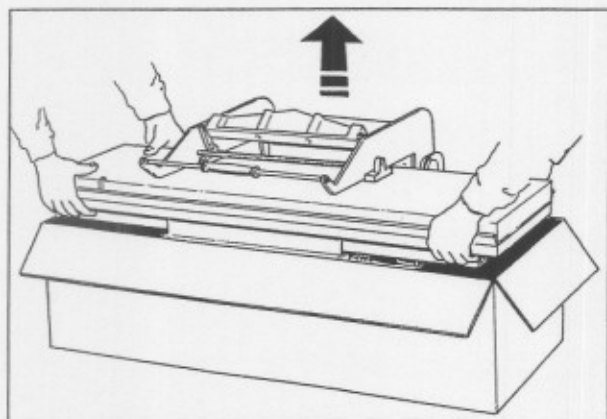

Fig. 1
- Aprire l'imballo dal lato superiore, sollevare lentamente la pressa (Fig. 1).
- Open the pack on the upper side and lift slowly (Bild. 1).
- Ouvrez l'emballage par le haut et soulevez lentement (Fig. 1).
- Die Verpackung an der Oberseite öffnen und langsam anheben (Abb. 1).